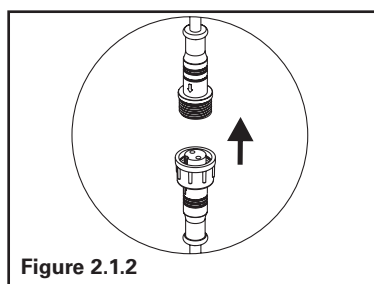

Figure 2.1.2
4. Get the light engine close to ceiling cut-out and connect driver cable to light engine cable. (Figure 2.1.2)
4. Rapprochez le moteur d'éclairage de la découpe du plafond et raccordez le câble du pilote au câble du moteur lumineux (Figure 2.1.2).
4. Acerque el motor de la luz al recorte del techo y conecte el cable del controlador al cable de dicho motor. (Figure 2.1.2)